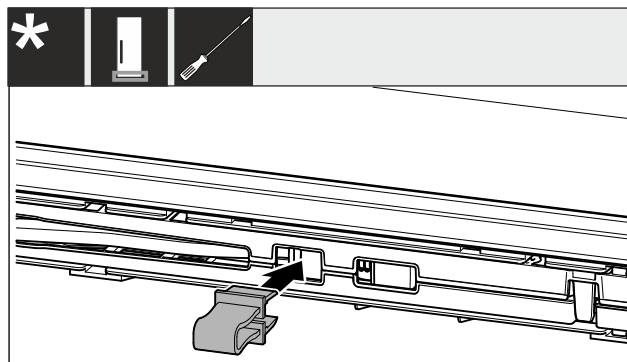

Fig. 4
- ▶ Innestare il fusibile nell'apertura Fig. 4 ()